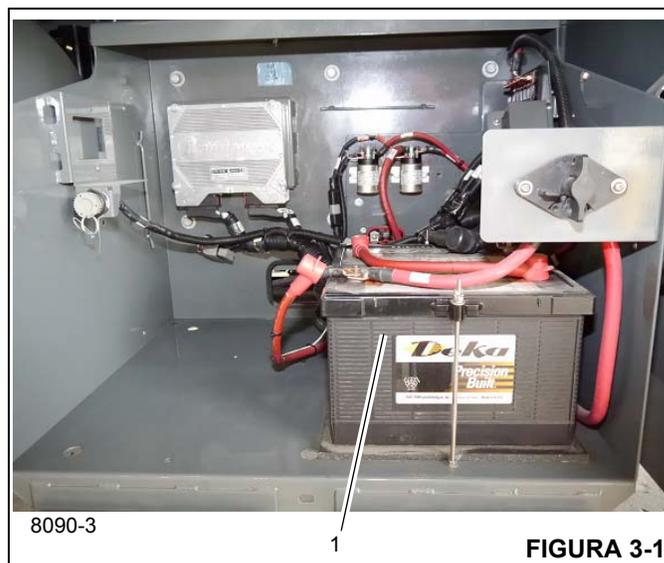

FIGURA 3-1
As baterias localizam-se em uma caixa no lado esquerdo do guindaste (1) (Figura 3-1). Elas são do tipo que não exigem manutenção e são completamente seladas, exceto por um pequeno furo de respiro na lateral. O furo de respiro permite que uma pequena quantidade de gases produzidos na bateria